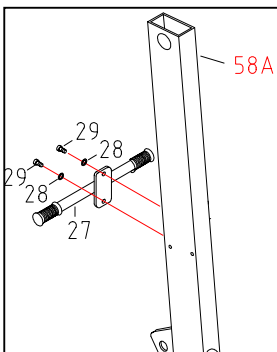

Abb. 7
Schritt 7 (Abb. 7):
Richten Sie die Löcher am Griff (27#) und am Mast (58#) aus und montieren Sie die Unterlegscheibe (28#) und die Schraube (29#) gemäß der Reihenfolge in Abb. 7.